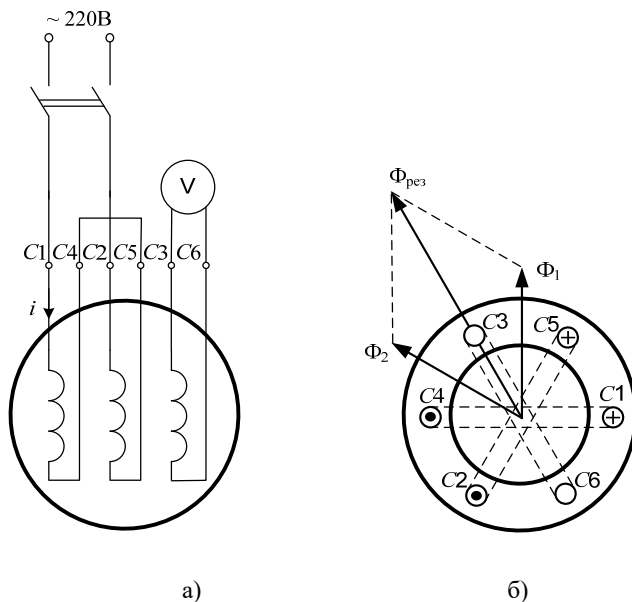

Рис. 15.2. Результирующий вектор магнитного потока при согласном включении
Рассмотрим случай, когда две обмотки соединены между собой одноименными зажимами (рис. 15.2, *a, б*), т. е. когда конец первой обмотки $C4$ соединен с концом второй – $C5$, а к началам ($C1$ и $C2$) подано напряжение.
Направление тока в данный момент времени указано стрелкой (рис. 15.2, а). Ток в первой обмотке вызывает магнитный поток Φ_1 , ток во второй обмотке вызывает магнитный поток Φ_2 . Направление потоков Φ_1 и Φ_2 определяется по правилу буравчика (рис. 15.2, б). Геометрическая сумма потоков Φ_1 и Φ_2 дает результирующий магнитный поток $\Phi_{рез}$, который направлен вдоль плоскости третьей обмотки, и поэтому ЭДС в ней практически не индуцируется. Вследствие этого вольтметр, включенный на зажимы третьей обмотки, покажет напряжение, равное или близкое к нулю. Таким же будет результат, если две обмотки, включенные в сеть, будут соединены между собой другими одноименными зажимами.
- а) любой из шести зажимов на клеммнике статора асинхронного двигателя присоединить через вольтметр (рис. 15.2) к одному из зажимов однофазной сети напряжением 220 В, а другой провод от сети поочередно присоединять к остальным зажимам клеммника статора до тех пор, пока стрелка вольтметра не отклонится (это будет указывать на принадлежность обоих зажимов к одной фазной катушке статорной обмотки);